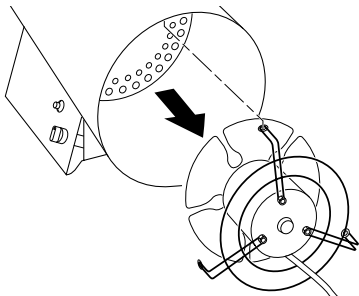

Figure 11 - Dépose du moteur et de la grille du ventilateur
2. Retirer du corps de l'appareil le moteur et la grille de protection du ventilateur (voir la figure 11).